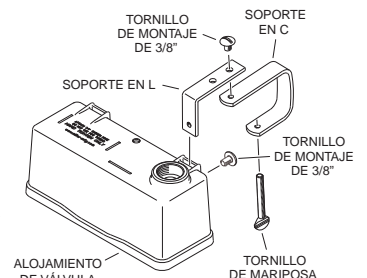

Figura 5
- Deslice e introduzca los dos soportes en L en el alojamiento de la válvula según se ilustra (ver la figura 5).